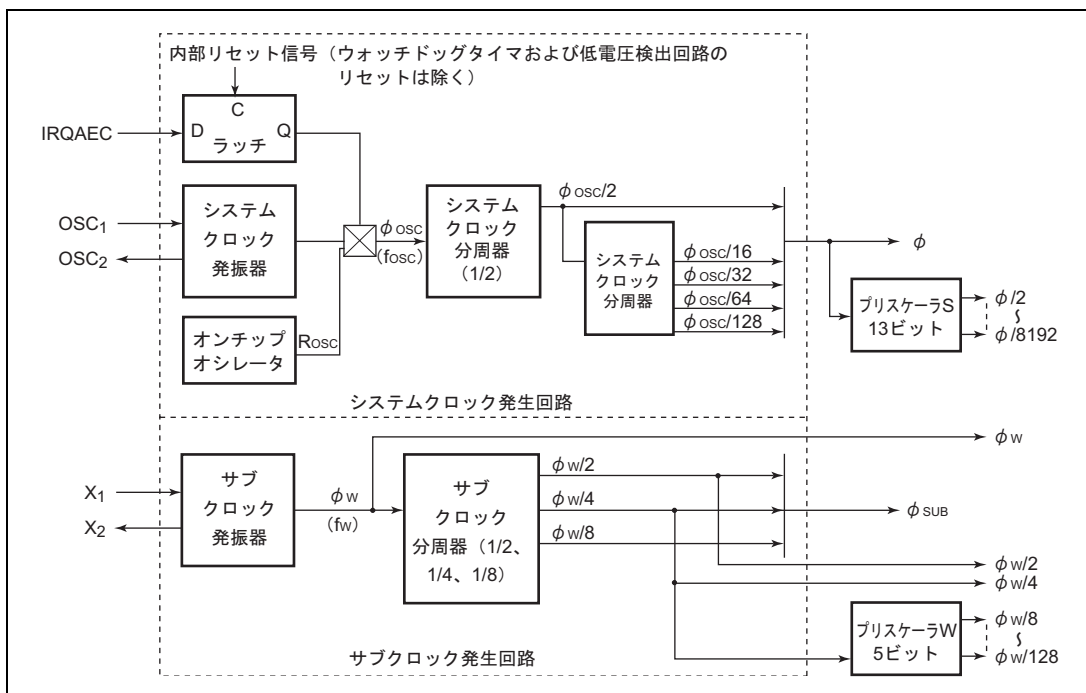

図 4.2 クロック発生回路のブロック図 (H8/38124 グループ)
システムクロック分周器へクロックを供給する方法には、水晶発振子またはセラミック発振子を接続する方法と、外部クロックを入力する方法があります。また、図 4.2 に示すように、H8/38124 グループではシステムクロック発振器とオンチップオシレータを選択可能です。選択方法については、「4.2 (5) オンチップオシレータを選択する方法」を参照してください。
(1) 水晶発振子を接続する方法